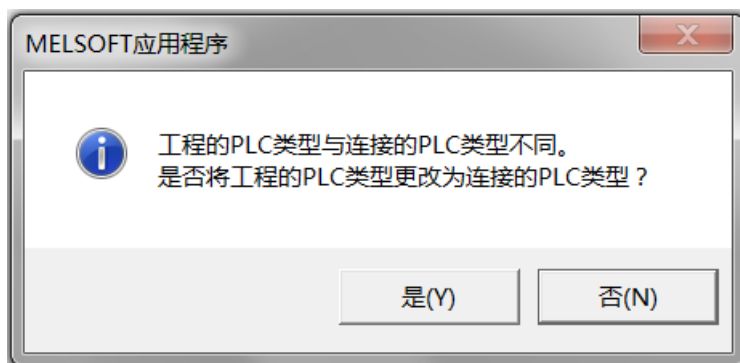

图 6
6、接下来就可以进行 PLC 程序上载、下载、检验、监控等操作，如果软件中工程设置的 PLC 与实际连接的 PLC 型号不相同，软件会提示你更改成实际连接的 PLC 型号，如下图 6 所示。